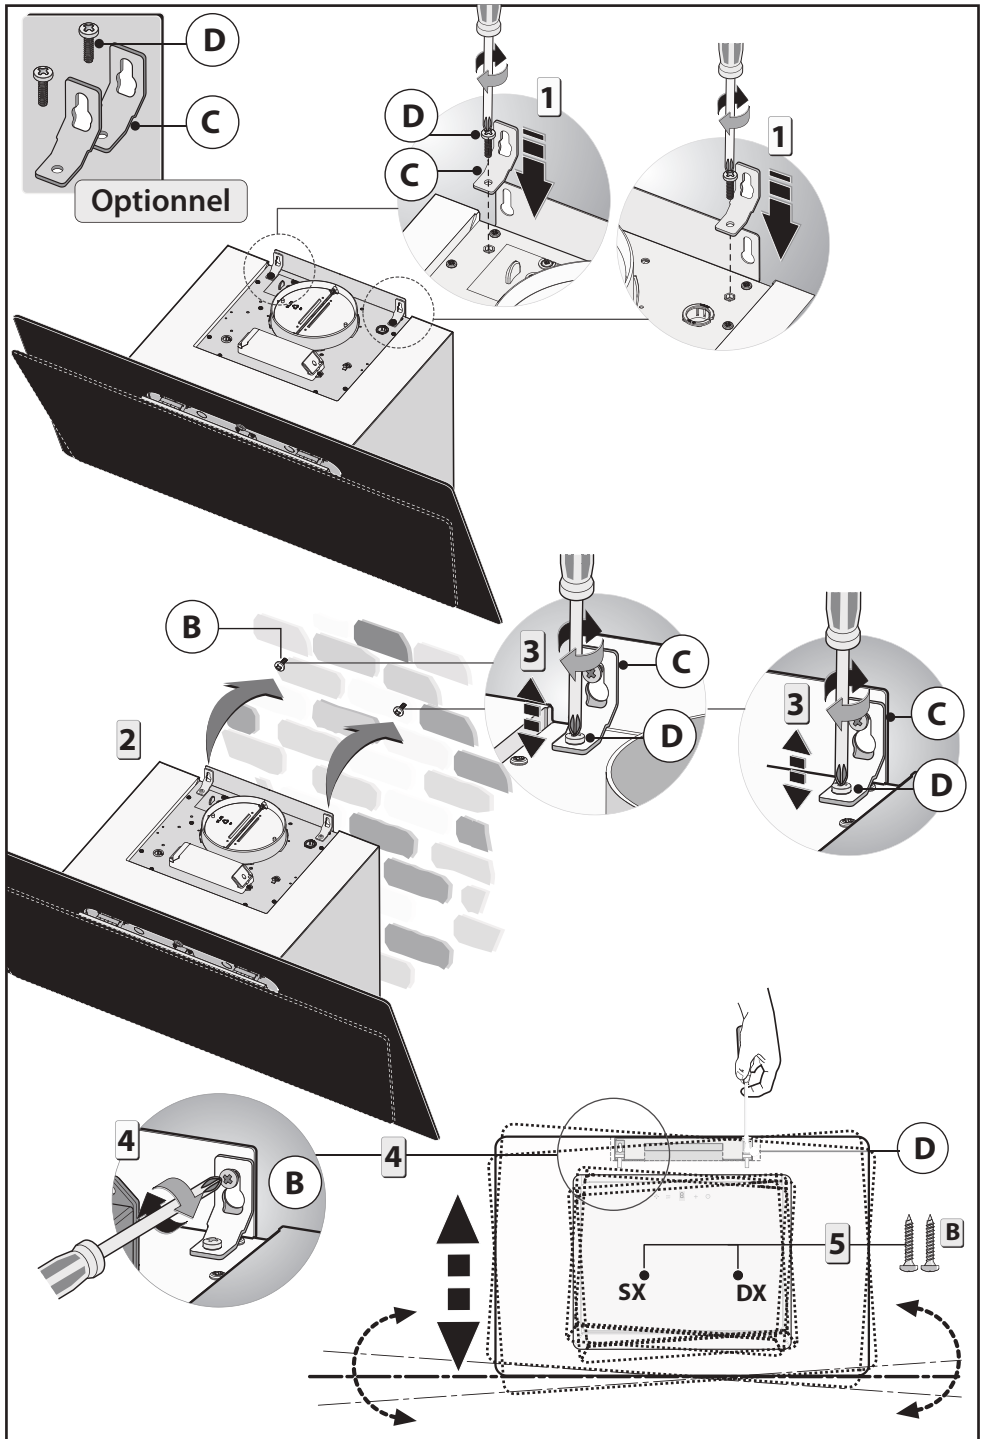

Fig.4
• Fixation murale OPTIONS (Fig.4):
- Prendre les deux étriers de nivellement **C** et les fixer sur le support de la hotte à l'aide des vis **D** comme indiqué sur la figure 4 - phase 1, faire attention à ce que les 2 vis de nivellement **D** ne soient pas serrées.
- Prendre l'appareil et l'accrocher sur les deux vis **B** figure 4 - phase 2.
- Aligner l'appareil en position horizontale en agissant sur les deux vis de nivellement **D** figure 4 - phase 3.
- Après avoir effectué le réglage, serrer les 2 vis **B** figure 4 - phase 4 et fixer définitivement la hotte au mur à l'aide des deux vis de sécurité **B** figure 4 - phase 5.
B figure 4- phase 3.